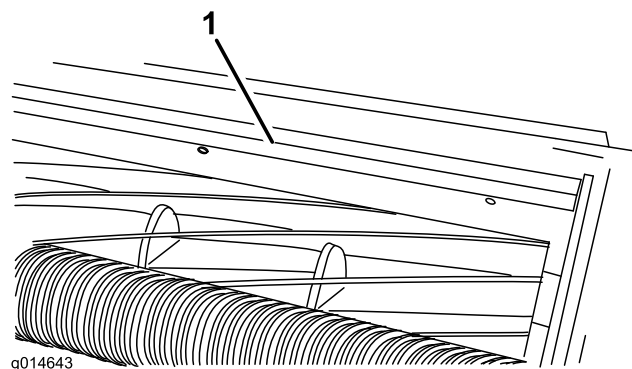

Figura 23
1. Allentate le viti che fissano la barra superiore (Figura 23) all'apparato di taglio.